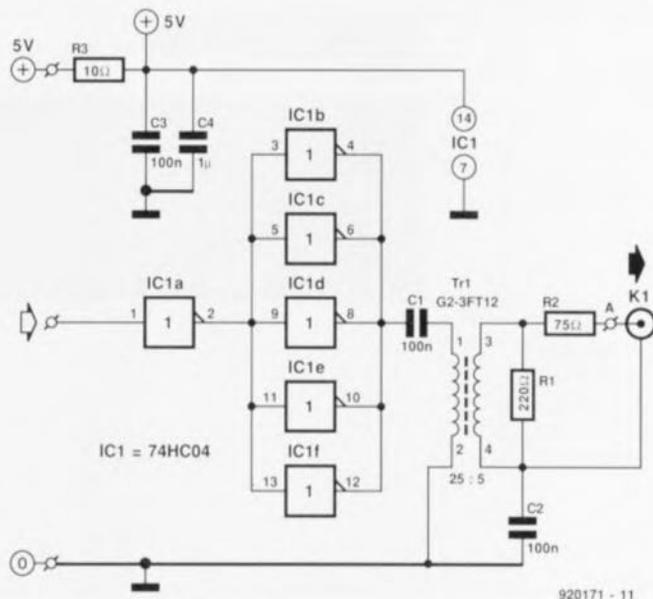

Figure 2. Cette électronique simple permet un tamponnage du signal avant son transfert, via un transformateur, vers la sortie.
On ne peut pas, sans autre forme de procès, dériver vers l'extérieur la sortie numérique d'un circuit intégré. De par la valeur faible d'impédance standard que présentent les entrées/sorties numériques (75 Ω), la sortie du circuit intégré se verrait confrontée à une charge trop importante. Il faut en outre veiller à l'isolation galvanique et à ce que l'on ait bien le niveau de tension correct. Nous avons conçu à cet effet un petit circuit, dont on retrouve le schéma en **figure 2**, constituée d'un étage tampon suivi en aval d'un transformateur de séparation (ou d'isolation). Cette électronique peut être connectée directement à toute sortie DOBM ou DIF (*Digital Interface Format*) de l'un des circuits intégrés évoqués quelques lignes plus haut. Il est fait appel, pour le tamponnage du signal, à un sextuple inverseur du type 74HC04. L'une de ses portes sert à l'inversion du signal, signal qui commande lui les 5 portes restantes du circuit intégré montées en parallèle, élément dans lequel le signal subit une nouvelle inversion. On dispose ainsi d'un courant pou-
Figure 2. Sur la plage des températures comprises entre 0° et 25°C , la force de rayonnement E_e du seuil de commutation, est indépendante de la température ambiante T_a ; jusqu'à 75°C , sa thermosensibilité reste très faible.
- seuil de commutation à 950 nm/30 kHz (absence de lumière parasite, $T_a = 0$ à 25°C , **figure 2**) : 40 nW/cm^2 ,